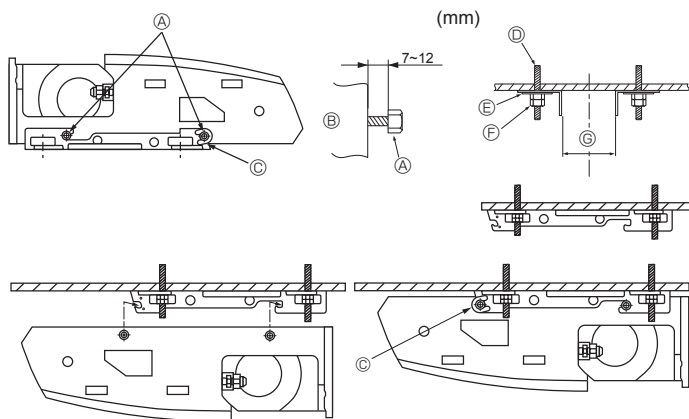

Fig. 3-6
2) Montere opphengsbraketten først i taket (Fig. 3-6)